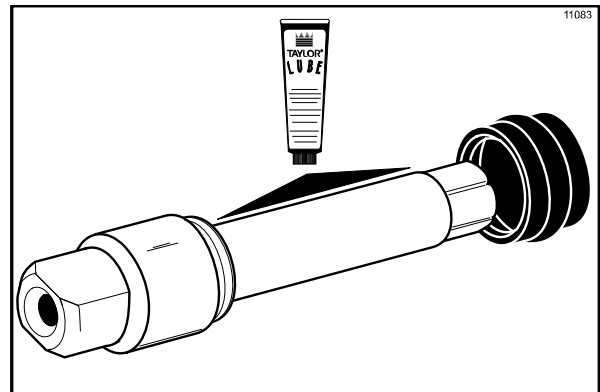

Figure 127
1. Avant d'installer l'arbre d'entraînement du batteur pour crème glacée, lubrifier la rainure de l'arbre d'entraînement. Faire glisser le soufflet de l'arbre d'entraînement du batteur sur la petite extrémité de l'arbre et l'insérer dans la rainure de l'arbre. Lubrifier abondamment la partie intérieure ainsi que la partie plate du soufflet qui entre en contact avec le carter de palier arrière. Appliquer une couche uniforme de lubrifiant à l'arbre. **NE PAS** lubrifier l'extrémité hexagonale (Cf. Figure 127).